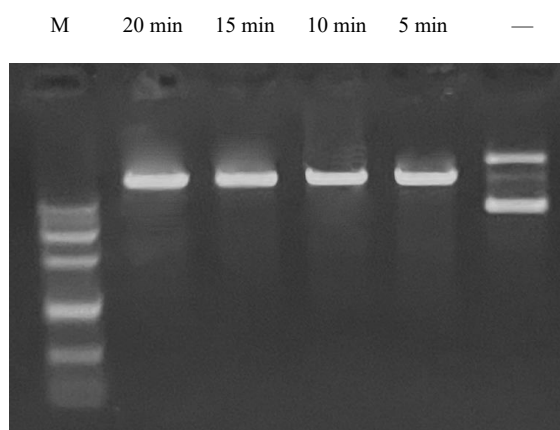

Fig. 1 不同时间 XhoI (Quick) 酶切 pET-28a 性能展示
1. 用 XhoI (Quick) 孵育切割 1 μ g pET-28a, 反应条件 37°C 5 ~ 20 min。结果表明，快速型内切酶最快 5 min 即可完成切割反应，且切割条带特异性好 (Fig. 1)。